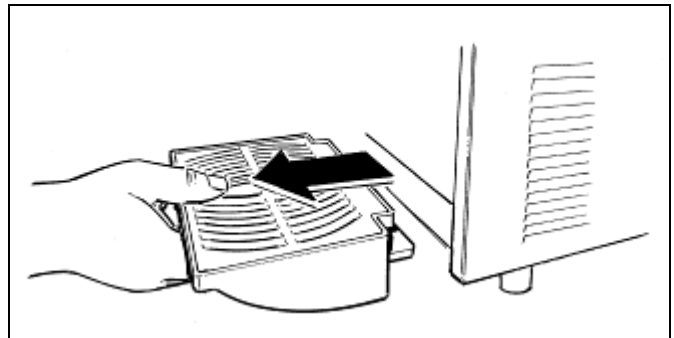

Fig. 12
- **S**montare la vaschetta raccogli - gocce tirandola verso l'esterno (vedi fig.12).